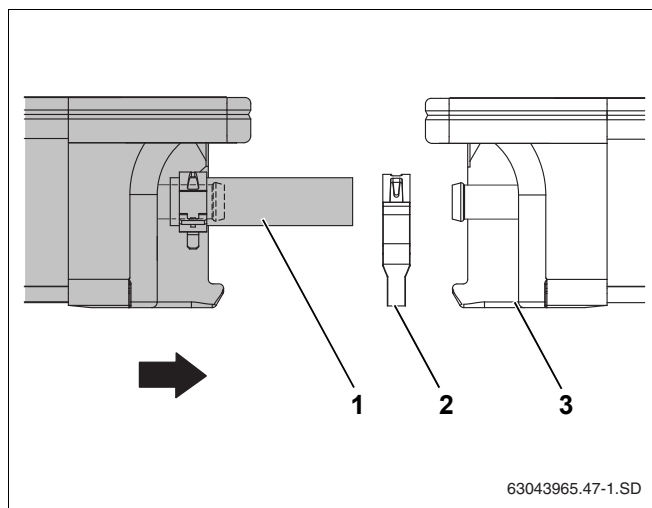

Рис. 27 Соединить второй коллектор с первым
- ▶ Второй коллектор вместе с установленным заранее шлангами (рис. 27, **поз. 1**) должен встать в крепление от сползания.
- ▶ Наденьте второй пружинный хомут (рис. 27, **поз. 2**) на шланг солнечного коллектора.
- ▶ Придвиньте второй коллектор к первому (рис. 27, **поз. 3**) так, чтобы шланги наделись на левые штуцеры первого коллектора.